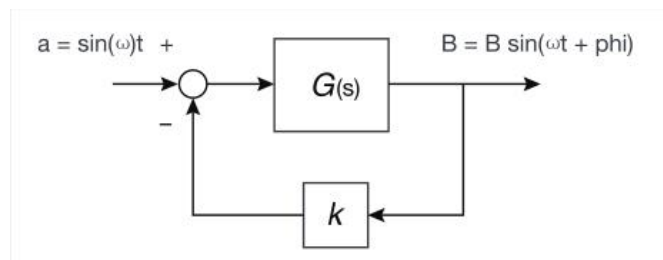

图 1. 概括性的控制环路，其拥有传递函数  $G(s)$
**图 1**是概括性的控制环路，其中正弦波 $a(t)$  应用到拥有传递函数  $G(s)$  的系统中。在初始条件引起的瞬态信号衰落消失后，输出 $b(t)$ 变成正弦波，但有不同的幅度  $B$  和相对相位 $\Phi$ 。输出  $b(t)$  的幅度和相位实际上与输入正弦曲线的频率 ( $\omega$  rad/s) 上的传递函数 $G(s)$ 有关。反馈系数 'k' 决定了怎样根据输出上的负载调节输入信号。